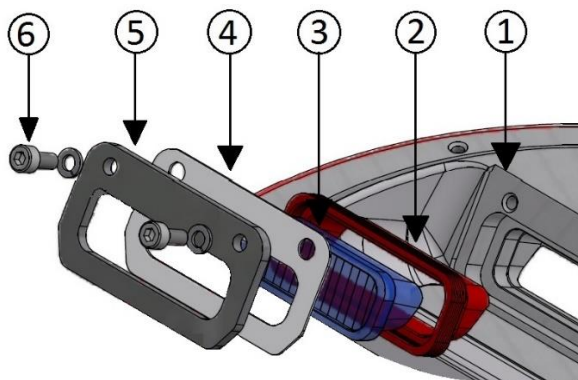

Figura 27 – Guarnizioni del prisma
- guarnizioni prisma montate tra calotta e prisma (Figura 27- n°2).